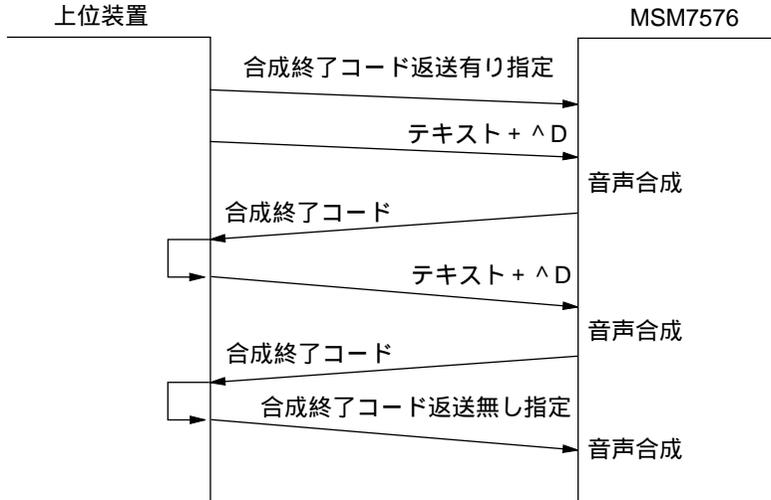

図1： 合成終了コード返送有のときのシーケンス
本LSIを、合成終了コード返送有で使用する場合、上位装置はテキスト1文書づつにレスポンス要求コード $\wedge D$ (04H) を付加して本LSIへ送信します。上位装置は、本LSIが合成終了コードを送信するまで、次のテキスト注 (1) またはレベル1制御コードを送信してはなりません。図1に合成終了コード返送有のときのシーケンスを、図2に合成終了コードの形式を示します。